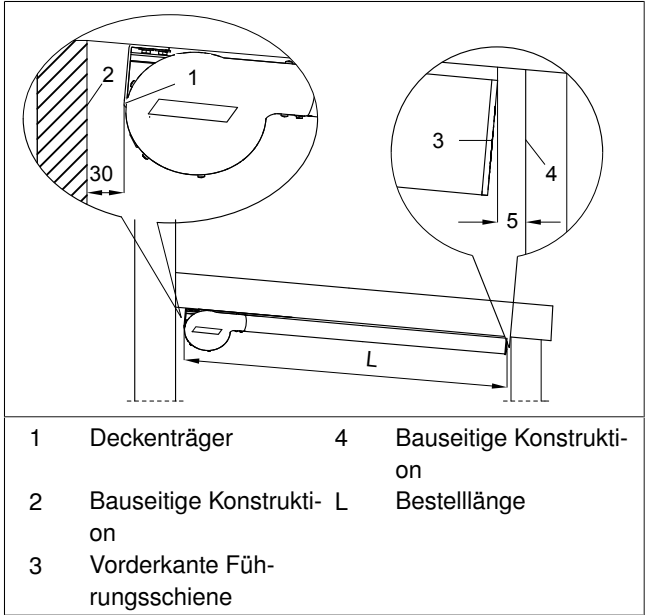

Abb. 5: notwendiger Platzbedarf (alle Maßangaben in mm)
- Mindestabstände für Deckenträger beachten (siehe Abb. 5/Seite 5)!